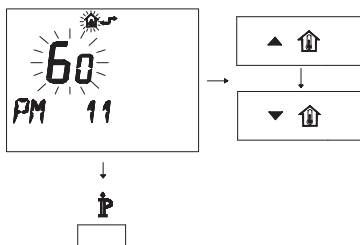

Figura 5.45
- Per modificare il SET programmato agire sui pulsanti ▲⏮ o ▼⏭ e aspettare che il numero programmato cominci a lampeggiare (Figura 5.45). Ogni passo incrementato o decrementato corrisponde a 1 secondi.